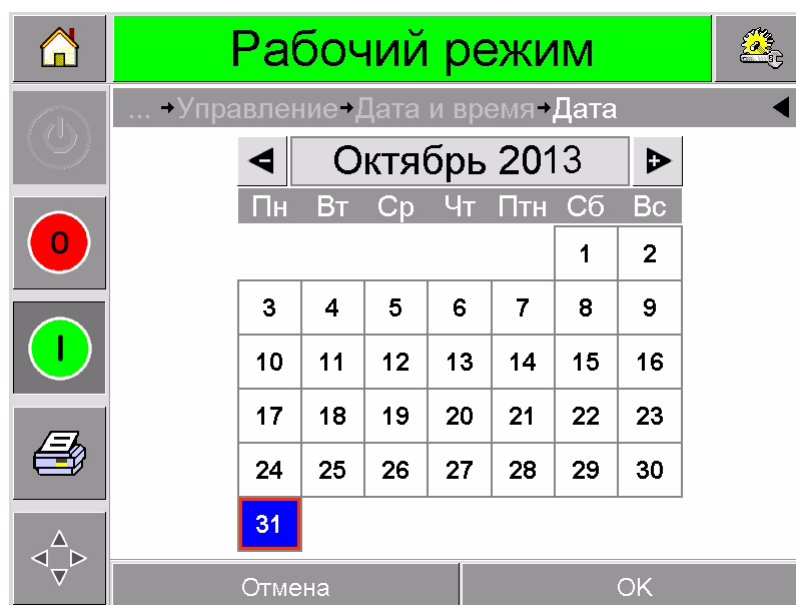

Рис. 3-9: Установка даты для системы
- 5 Нажмите на поле "дата" для установки даты, после чего появится страница с календарем, как показано на Рис. 3-9.